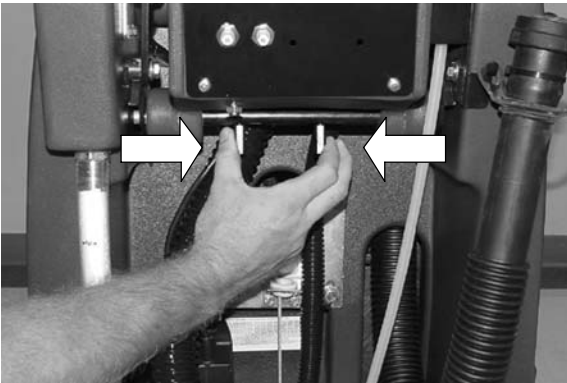

FIG. 14
1. Réglez les poignées de commande à une hauteur confortable en pressant l'un contre l'autre les deux leviers sous le panneau de commande (Figure 14).